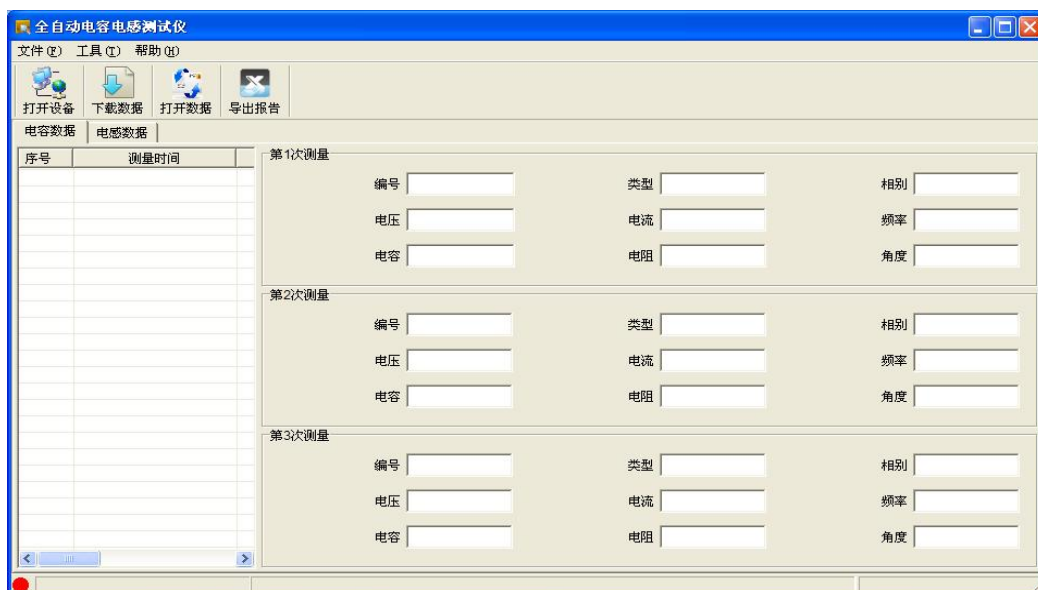

图 4.4 软件界面
1. 通信连接线连接好后，打开仪器电源，待仪器进入图 3.1 所示主界面后，点击“数据通信”，然后运行“全自动电容电感测试仪.exe”，如图 4.4 所示。
4. 打开数据：在图 4.4 中，也可以通过点击“打开数据”按钮，查